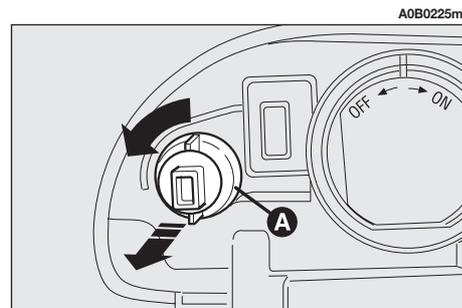

fig. 30
- Ruotare in senso antiorario il portalampada (**A-fig. 30**) e sfilarlo.